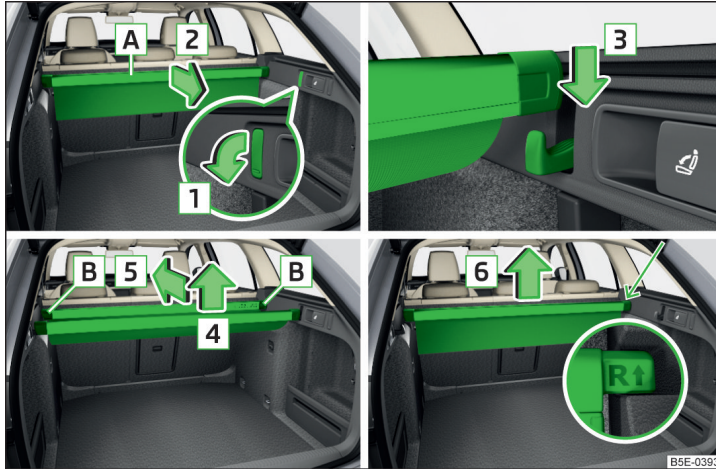

Abb. 141 Multifunktions tasche: herausziehen / einsetzen / einschieben / herausnehmen
- Die vorderen Haken an beiden Gepäckraumseiten in Pfeilrichtung **1** nach unten klappen » Abb. 141.
- Die hintere Leiste von den Haken in Pfeilrichtung **4** abnehmen und die Tasche in Pfeilrichtung **5** einschieben » Abb. 141.
- Die Tasche aus den Aufnahmen in Pfeilrichtung **6** herausnehmen » Abb. 141.